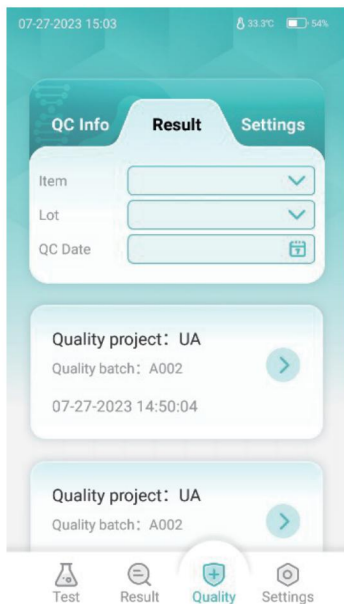

Figura 6.5
- 2) Risultati del controllo qualità: nell'interfaccia **[Risultati del controllo qualità]**, interrogare i risultati del controllo qualità con data o numero di lotto del controllo qualità (Figura 6.5);